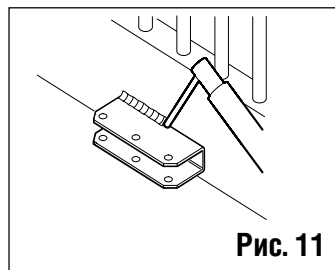

Рис. 11
- 5) Определите место крепления переднего кронштейна по заранее выбранному размеру С (см. параграф выше). Временно отсоедините кронштейн от рычага и приварите, либо закрепите с помощью винтов (Рис. 11/12).